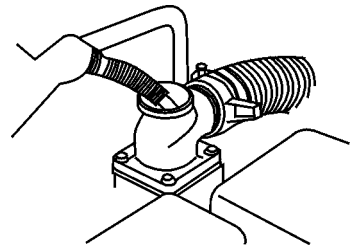

Fig. 29 – Limpando a bomba
f. Coloque água limpa na bomba (fig. 29) para promover a limpeza de possíveis resíduos. Aguarde até que toda a água escorra.